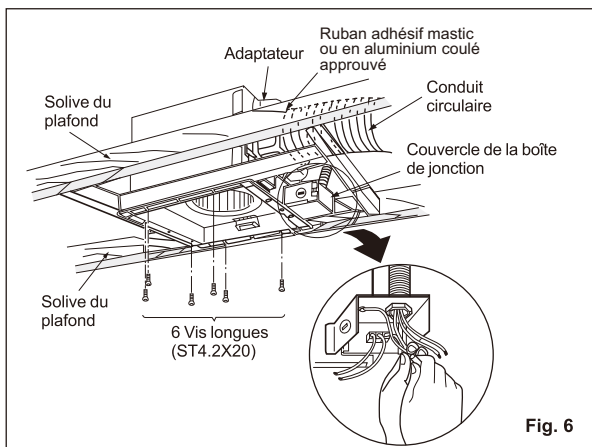

Fig. 6
- Insérez le conduit circulaire (6 po) dans l'adaptateur. Sceller le conduit sur l'adaptateur de conduit avec du ruban adhésif mastic ou en aluminium coulé approuvé. Retirez le couvercle de la boîte de jonction et fixez le conduit au trou de la débouchure de la boîte de jonction (trou de 7/8 po). (Fig. 6)